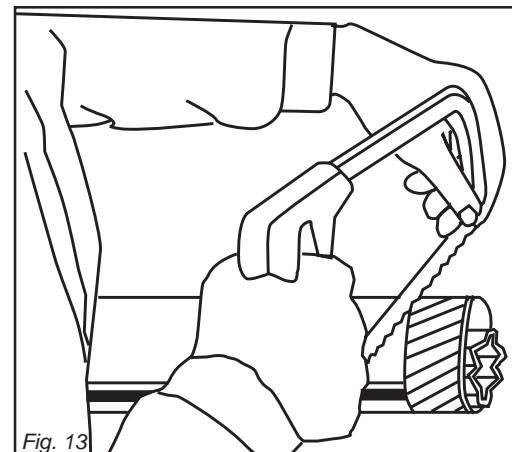
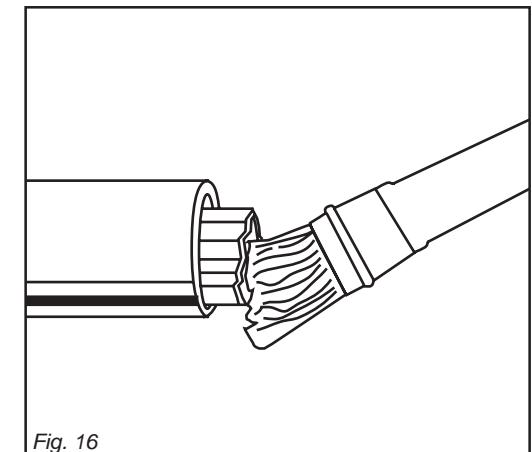

Fig. 13
Fig. 16
- Accorciare i tubi scorrevoli di una stessa lunghezza (Fig. 13 e 14), sbavare e pulire (Fig. 15) e ingrassare l'interno del tubo esterno (Fig. 16).
- Shorten the sliding tubes by the same extent (Fig. 13 and 14), deburr and trim (Fig. 15), then grease the inside of the outer tube (Fig. 16).
- Die Gleitrohre um die gleiche Länge (Abb. 13 und 14) kürzen, sie abrunden und reinigen (Abb. 15) und das Innere des Außenrohrs schmieren (Abb. 16).
- Raccourcir les tubes coulissant de la même longueur (Fig. 13 et 14), ébavurer et nettoyer (Fig. 15) puis graisser l'intérieur du tube extérieur (Fig. 16).
- Acortar los tubos corredivos en modo uniforme (Fig. 13 y 14), quitar las rebabas y limpiar (Fig. 15) y engrasar dentro del tubo externo (Fig. 16).